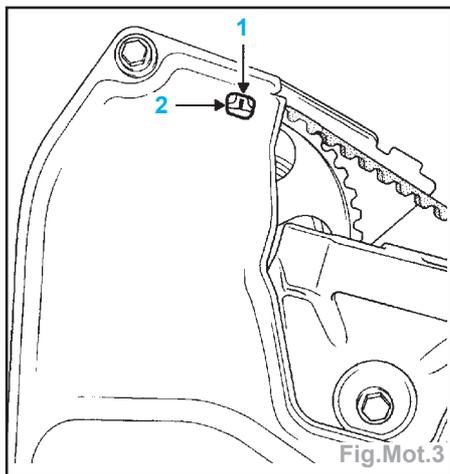

Fig.Mot.3
- Tourner le vilebrequin dans le sens horaire (côté distribution), dès que le repère (1) de la poulie d'arbre à cames apparaît dans la fenêtre (2) du carter de distribution, appuyer sur la pige de Point Mort Haut **Mot. 1054** jusqu'au pigeage du vilebrequin (le repère de la poulie d'arbre à cames doit se situer en face de celui du carter de distribution) (Fig.Mot.3).